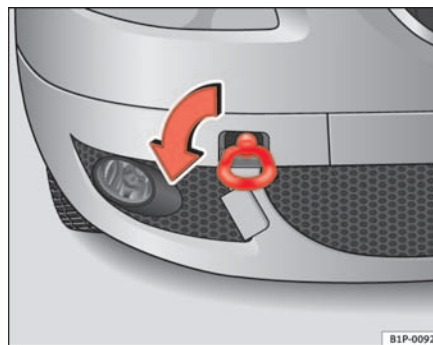
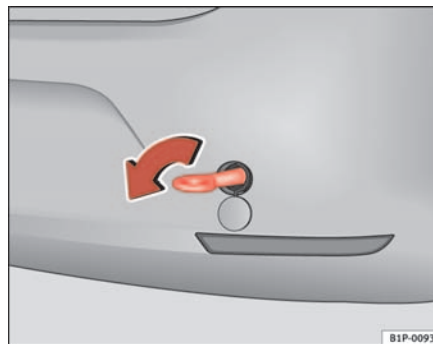

Abb. 181 Frontpartie rechts: Einschrauben der vorderen Abschleppöse
Abb. 182 Einschrauben der Abschleppöse hinten
- Schrauben Sie die Abschleppöse in Pfeilrichtung *links* herum bis zum Anschlag vorne ⇒ Seite 260, Abb. 181 oder hinten ⇒ Seite 260, Abb. 182 in die Gewindebohrung ein.